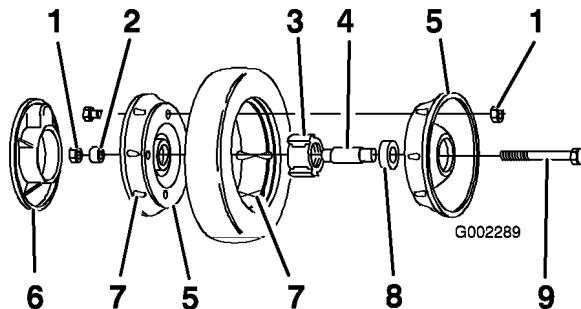

Figura 29
3. Retire el perno, el suplemento de la rueda y la contratuerca que monta la rueda al brazo de pivote (Figura 29).
4. Separe las mitades de la rueda del neumático retirando los 4 pernos y las 4 contratuerca (Figura 29).
Nota: Si retira los cojinetes del conjunto de cojinete/buje, retírelos apretando sobre el suplemento del cojinete (Figura 29).
1. Coloque el neumático en una mitad de rueda, alineando las orejetas en cada pieza (Figura 29).
2. Coloque el conjunto cojinete/buje en el hueco central de la mitad de la rueda. Asegúrese de que las patas del buje están posicionadas sobre la brida del hueco (Figura 29).
3. Coloque la otra mitad de la rueda sobre el conjunto cojinete/buje, alineando las orejetas de la rueda y del neumático y los taladros de montaje (Figura 29).
- rueda. Monte los tornillos o pernos en taladros opuestos (Figura 29).
- Compruebe la alineación de todas las piezas y apriete los tornillos, alternando de uno a otro para que el encaje sea uniforme, hasta que las mitades de la rueda estén juntas (Figura 29).
- Instale los 2 pernos y 2 contratueras que retiró anteriormente en los taladros restantes de las mitades de la rueda, y apriételos. Retire los dos tornillos o pernos largos y sustitúyalos por 2 pernos y 2 contratueras (Figura 29).
- Instale la rueda en el brazo de pivote con los pernos, un suplemento y una contratuerca. Asegúrese de que el suplemento está colocado entre el buje de la rueda y el brazo de pivote (Figura 29).